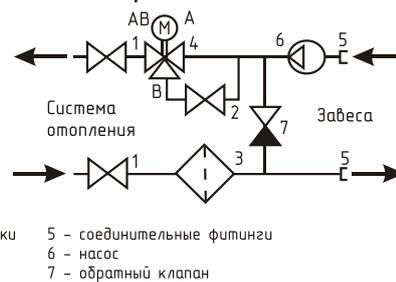

Рис. 6 Крепление и габаритные размеры тепловентиляторов
- 7.3. Тепловентиляторы крепятся к стене вертикально или под углом 30° при помощи кронштейна, входящего в комплект поставки (рис.6).